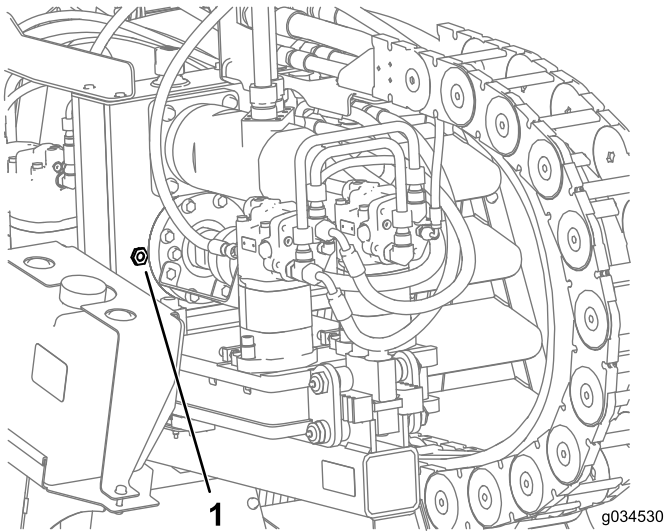

Figure 96
2. Contrôlez le niveau d'huile dans le regard sur l'entraînement du boîtier d'engrenages (Figure 96).
3. Retirez le reniflard et ajoutez de l'huile dans l'entraînement jusqu'à ce que le niveau d'huile arrive au moins à mi-hauteur du regard (Figure 96).
6. Remplissez le boîtier d'engrenages d'huile jusqu'à ce que le niveau dépasse la moitié du regard (Figure 96).